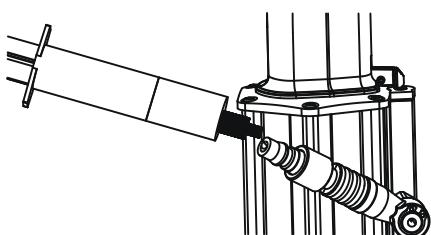

Fig. 13
- Use an air line lubricator with SAE #10 oil, adjusted to two drops per minute. If an air line lubricator cannot be used, add air motor oil to the inlet once a day (Fig.13).
- Utilisez un graisseur de ligne d'air à la norme SAE # 10, ajusté à deux gouttes par minute. Si un graisseur de ligne de l'air ne peut pas être utilisé, ajouter de l'huile de moteur à air à l'entrée une fois par jour (Fig.13).